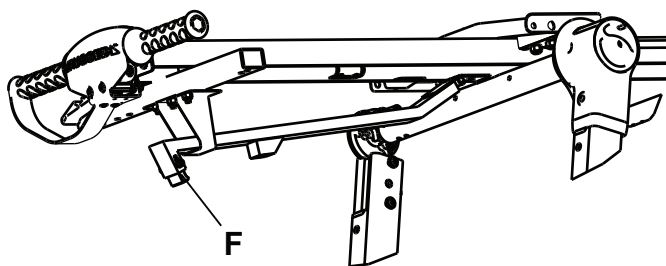

Figura 12 – Regolazione della punta del gancio
2. Provare a scaricare la barella da un veicolo per verificare che il gancio di sicurezza sia connesso alla piastra di presa. Utilizzando una chiave Allen M5, regolare la punta del gancio (F), come necessario, per far sì che il gancio di sicurezza e la piastra di presa siano connessi durante lo scarico (Figura 12).